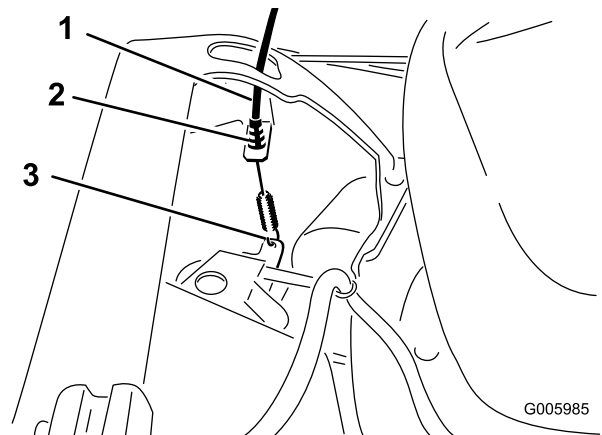

Bild 7
4. Verlegen Sie das Selbstantriebskabel außen um den Griff, durch die Öffnung an der linken Seite des Gehäuses und befestigen Sie das Kabelende (Bild 7).